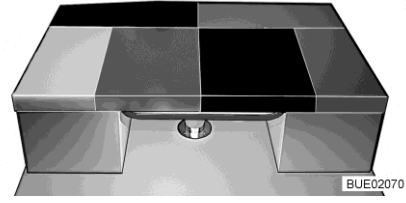

Fig. 155 Después de la transformación
- Colocar el cojín adicional en la mesa (véase Fig. 155). En esto colocar el lado achaflanado del cojín en el asiento lateral del grupo de asientos L.